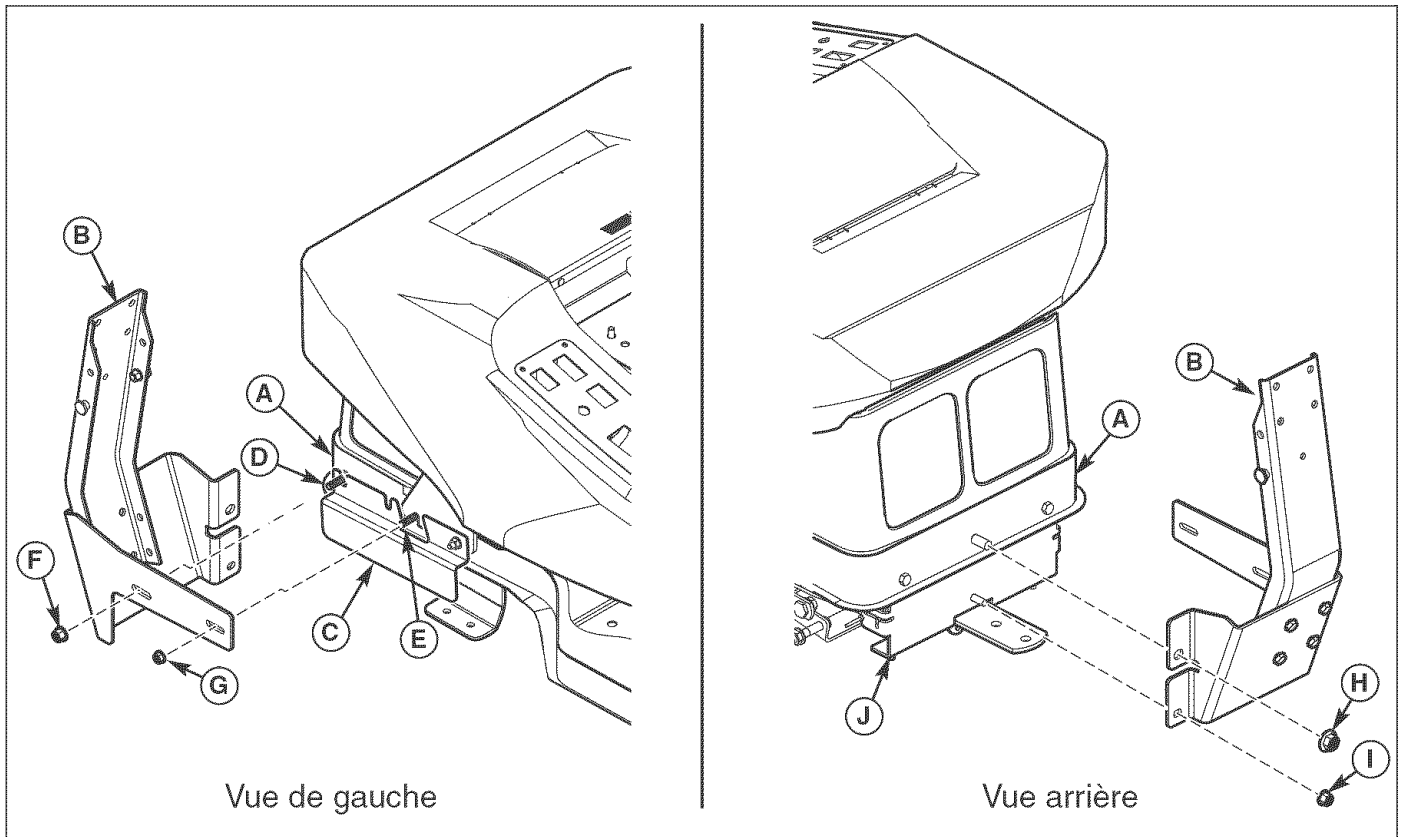

Figure 19. Installation de l'ensemble d'attelage
1. Retirer l'écrou 5/16-16 (G, Figure 19) de la vis à tête du support de plateau de siège (E).
2. Retirer l'écrou 3/8-16 (F) de la vis à tête de la protection contre débris arrière (D).
3. Retirer l'écrou 1/2-13 (H) de l'arrière du cadre (A).
4. Retirer l'écrou 3/8-16 (I) du support de transmission arrière (J).
5. Attacher l'ensemble d'attelage (B) au cadre (A) glissant à l'arrière de l'attelage à fleur du cadre.
6. Serrer à la main l'écrou 3/8-16 (F), l'écrou 5/16-16 (G), l'écrou 1/2-13 (H) et l'écrou 3/8-16 (I).
7. Serrer à la main l'écrou 3/8-16 (F) et l'écrou 5/16-16 (G) en premier, puis l'écrou 1/2-13 (H) et l'écrou 3/8-16 (I).